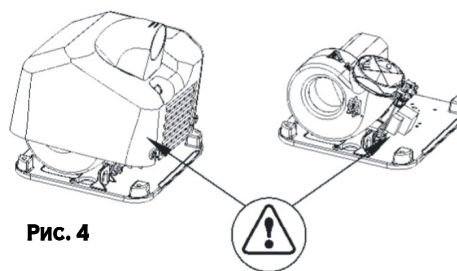

Рис. 4
- Повреждения внутренних частей сушилки, в особенности, электронной платы, расположенной под спиралью (см. рис. 4).